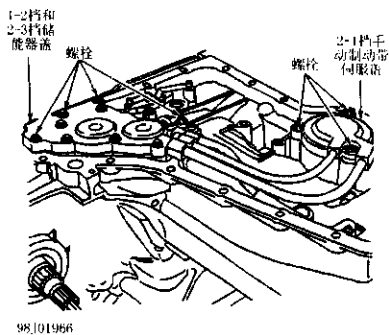
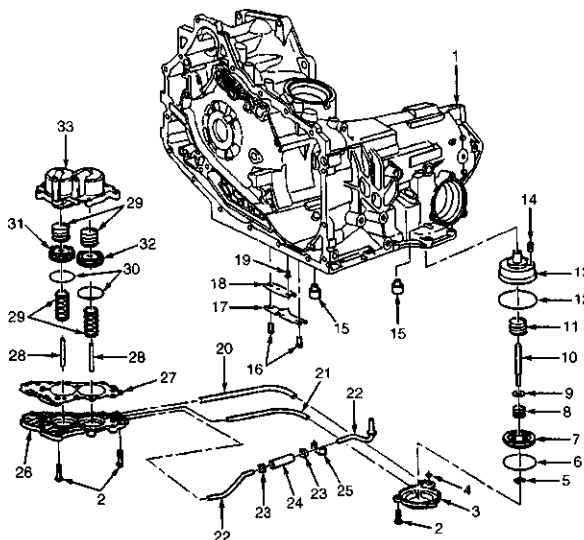

图2-54 拆下和安装储能器及2-1档手动制动带伺服缸盖
图2-55 储能器部件和2-1档手动制动带伺服缸分解图
1) 从1-2档和2-3档储能器盖上拆下4个储能器盖螺栓(图2-54)。从2-1档手动制动带伺服盖上拆下3个螺栓。用一字旋具从壳体上轻轻撬下润滑油管座。从前差速器行星架内齿轮润滑油孔拆下润滑油管(图2-55)。